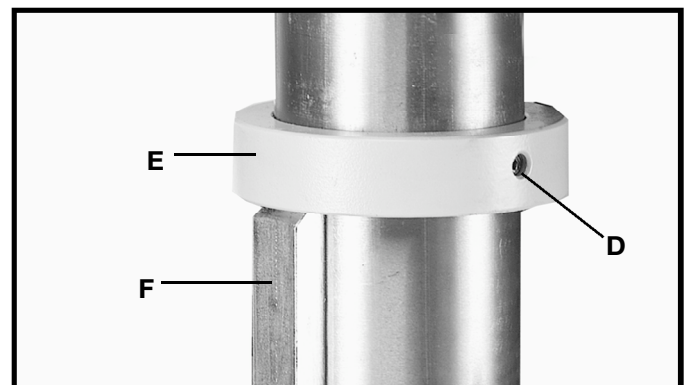

Fig. 9
5. Vuelva a ensamblar a la columna el anillo (E) Fig. 9 que fue quitado en el **PASO 1. IMPORTANTE:** El fondo del anillo (E) **NO DEBE** ser empujado hasta el fondo sobre la parte superior del soporte de elevación (F). **ASEGURESE** que la parte superior del soporte de elevación (F) esté por debajo del anillo (E) y que exista suficiente libranza como para permitir la rotación del soporte (F) alrededor de la columna. **APRIETE ENTONCES EL TORNILLO DE FIJACION (D), PROCURANDO NO APRETARLO EXCESIVAMENTE.**